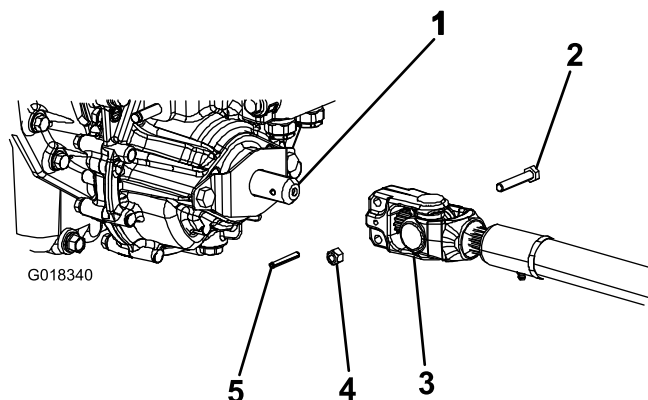

Figura 4
3. Posicione o veio da transmissão da tomada de força por baixo da parte frontal da máquina. Certifique-se de que a culatra do veio de deslize do veio propulsor está posicionada na direção do veio da transmissão (Figura 4).